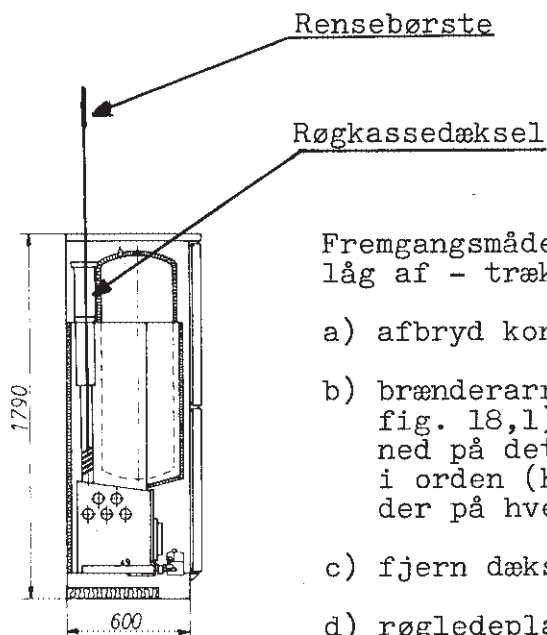

Fig. 11,1
- c) fjern dækslet (fig. 11,1)